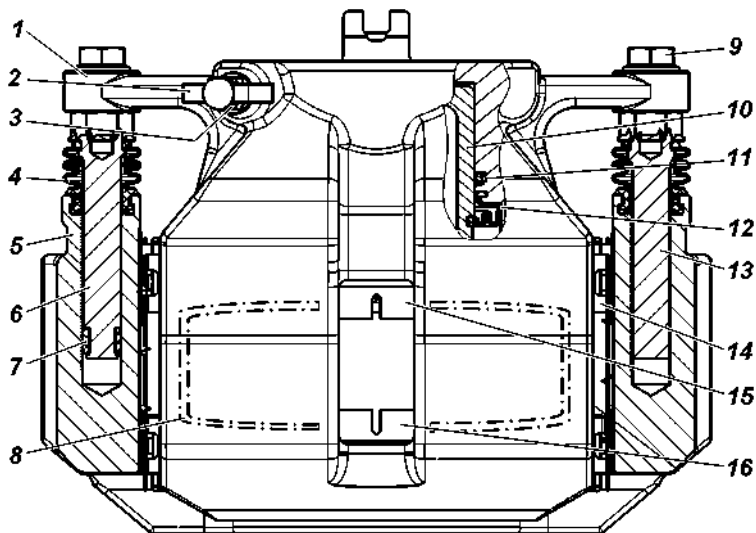

Рис. 9.22. Дисковый тормоз:
**Дисковые тормозные механизмы.** Для осмотра тормозных колодок 15 и 16 (рис. 9.22) установите автомобиль на горизонтальной площадке, затормозите стояночным тормозом. Осмотр колодок проводите через окно в суппорте 1. Если фрикционные накладки износились до толщины 1,5-2,5 мм, то замените колодки новыми. Замену производите на обоих передних тормозах.